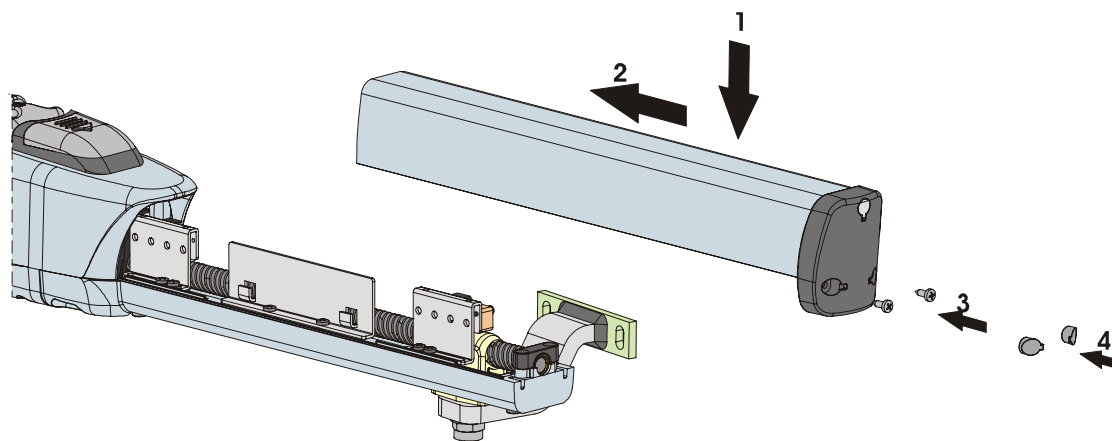

Fig. 25
- 6) Plaats de afdekkingskap weer door hem op het onderste element te schuiven en ga na of hij helemaal is aangeduwd, fig. 25.
- 7) Schroef de twee onderste schroeven opnieuw vast, fig. 25.